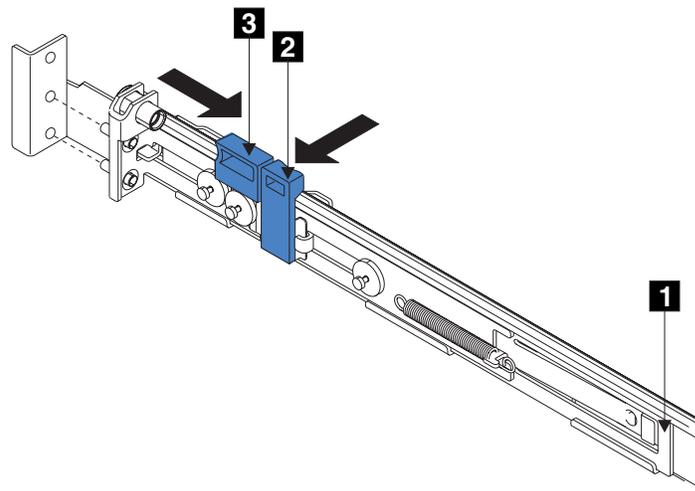

図29. 後方のラッチ・ロック・キャリア・アセンブリーのオープン
7. 後方のレール・ブラケット **1** を、止まるまでレールの前面に向かって押す (図29 を参照)。これで、レールは、最も短い位置に調整されました。
14. 後方のレール・ブラケット **1** を、ラックの背面に向かって押し (30 ページの図 29 を参照)、位置決めピンをラック・マウント・フランジに合わせる。
15. ラッチ・ロック **2** をレールから押し出して、キャリアを解放する (30 ページの図 29 を参照)。ラッチ・ロック・キャリアは、ラックの背面に向かってスライドし、位置決めピンは、背面フランジおよび背面レール・ブラケットにある穴を突き抜けます。